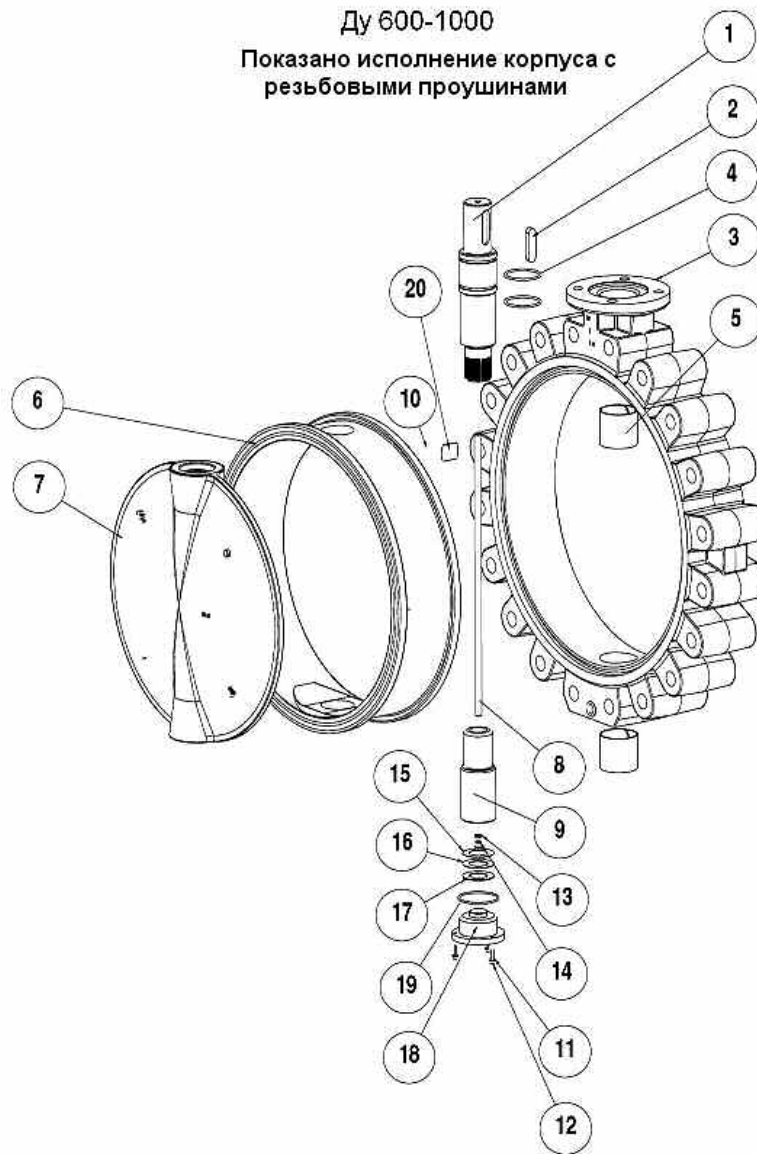

Рис. 21 Устройство поворотного затвора Ду 600 – Ду 1000
- Снять нижнюю крышку (Рис. 21, Поз. 18), выкрутив винты вместе с шайбами (Рис. 21, Поз. 12, 11)
- Вывинтить стопорную гайку (Рис. 21 Поз. 14)
- Вынуть нижний вал (Рис. 21, поз. 9)
- Вынуть прижимное кольцо (Рис. 21, Поз. 15, 16)
- Вынуть уплотнительное О-кольцо. (Рис. 21, Поз. 19)
- Вынуть верхний вал (Рис. 21, Поз. 1) с помощью рым-болта или болта, ввернутого в резьбовое отверстие на торце верхнего вала, и соединительный стержень (Рис. 21, Поз. 8) в сборе с верхним валом (Рис. 21, Поз. 1)
- Аккуратно вынуть диск (Рис. 21, Поз. 7)
- Снять седловое уплотнение (Рис. 21, Поз. 6)
- Закрепить корпус поворотного затвора (Рис.21; Поз. 3)
- Установить седловое уплотнение (Рис.21; Поз. 6) в корпус поворотного затвора, таким образом, что бы метка DN находилась в верхней части поворотного затвора, отметка с обозначением материала находилась в нижней части поворотного затвора и отверстия для вала в седловом уплотнении совпадали с отверстиями для вала в корпусе затвора.
- Установить диск (Рис.21; Поз. 7) в поворотный затвор в открытом положении, центрируя отверстия для вала (при этом литевая отметка на диске (небольшой круглый выступ) должна находиться в верхней части поворотного затвора).
- Смазать и установить верхний вал (Рис.21; Поз. 1) совместно с соединительным стержнем (Рис.21; Поз. 8), таким образом, что бы не повредить уплотнительное О-кольцо (Рис.21; Поз. 4). Риска, нанесённая на головку верхнего вала или шпоночный паз верхнего вала должны совпадать с краем диска и направлена в ту же сторону, с какой находится литевая отметка на диске.
- Смазать и установить нижний вал (Рис.21; Поз. 9)
- Установить шайбу (Рис.21; Поз. 13) и стопорную гайку (Рис.21; Поз. 14)
- Установить дистанционные кольца (Рис.21; Поз. 15, 16), затем направляющее кольцо (Рис.21; Поз. 17) и уплотнительное кольцо (Рис.21; Поз. 19) .
- Проверить сборку поворотного затвора (Рис.21; Поз. 18)